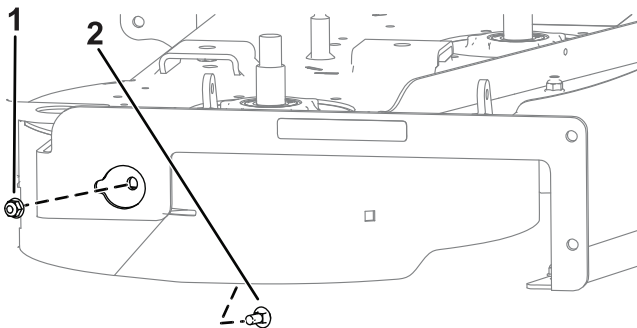

Figure 3
2. Befestigen Sie die rechte Seite des rechten Ablenblechs mit einer Schlossschraube (5/16" x 3/4") und einer Mutter (5/16"), wie in Figure 3 dargestellt.